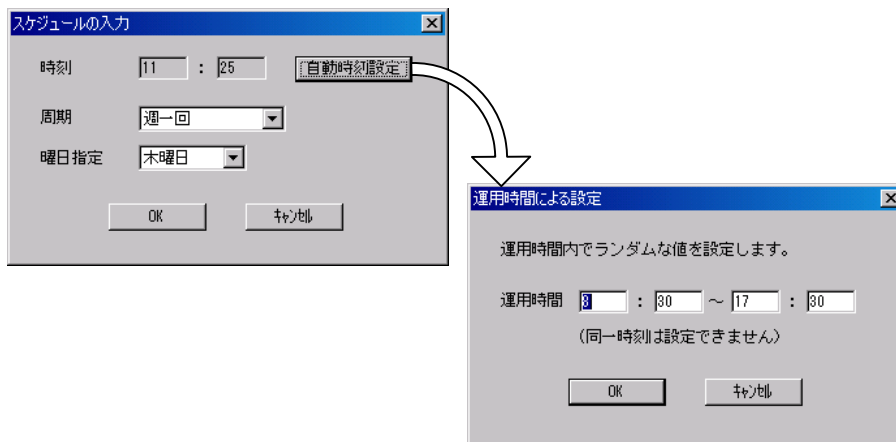

図 4-62 スケジュール入力(管理サーバ接続)
- 10 スケジュールを入力します(図 4-62、表 4-34)。